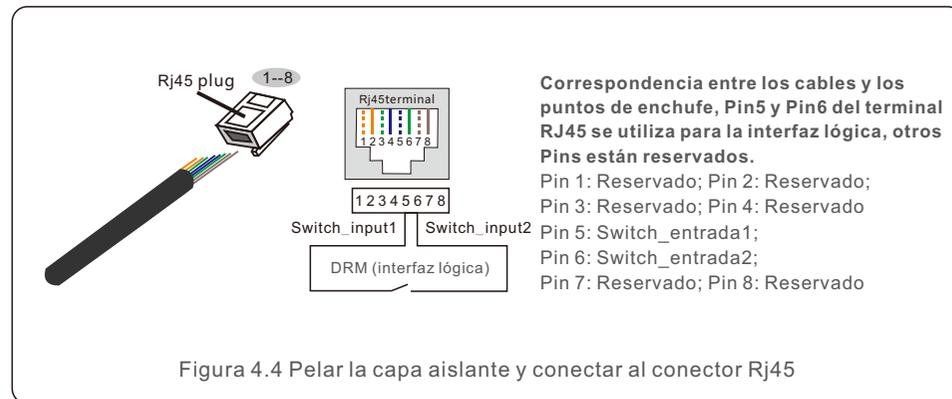

Figura 4.4 Pelar la capa aislante y conectar al conector Rj45
2. Utilice el pelacables de red para pelar la capa aislante del cable de comunicación. De acuerdo con la secuencia de líneas estándar de la figura 4.4, conecte el cable a la clavija Rj45 y, a continuación, utilice una herramienta de crimpado de cables de red para tensarlo.